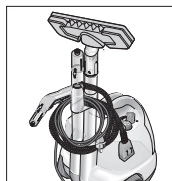

Fig. 11: Ordinare
- Inserire i due tubi di prolunga singolarmente nei fori appositi (A6) sul retro dell'apparecchio. Inserire la bocchetta per pavimenti (H1) in uno dei tubi di prolunga (Fig. 11).